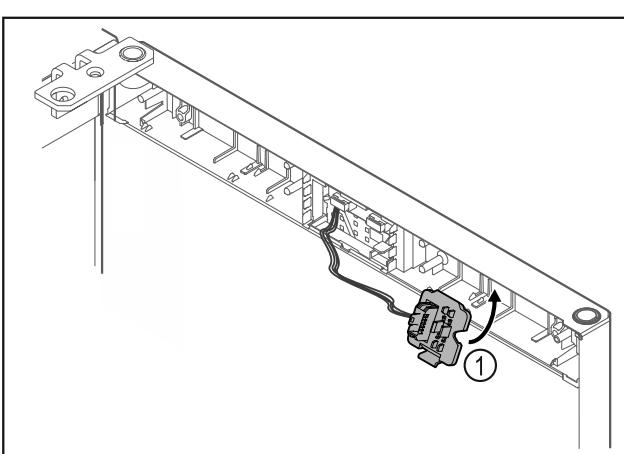

Fig. 21
► Fixați în poziție suportul fișei Fig. 21 (1) pe partea opusă.